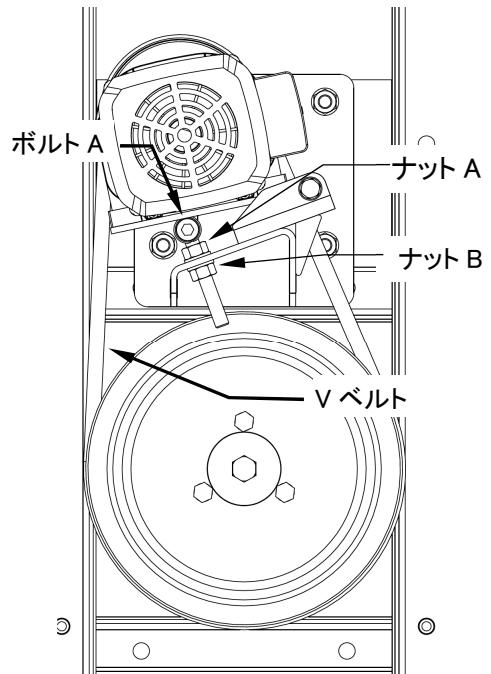

図 9-1
9.3.1 Vベルト(図 9-1)
- ・機械後方に回り、Vベルトを外します。(図 9-1)